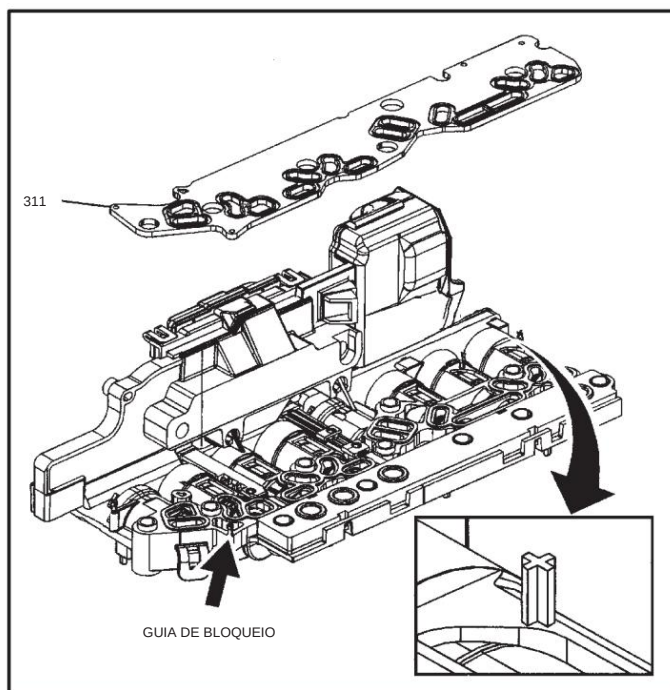

Figura 145
24. Instale uma **nova** placa de filtro e junta (311) no conjunto Corpo Solenóide/TCM, conforme mostrado na Figura 145, garantindo que ela passe por cima dos pinos de localização e se encaixe no lugar.